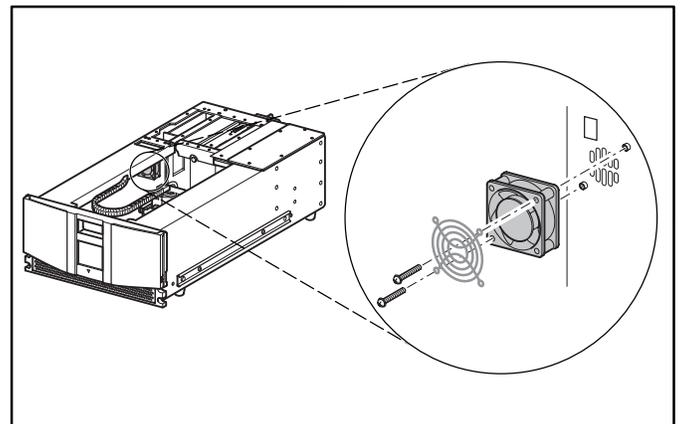

Figura 4: rimozione della ventola dell'alloggiamento della scheda esistente
8. Scollegare il cavo della ventola di raffreddamento dell'alloggiamento della scheda dalla scheda madre dell'alloggiamento stesso (J11). Rimuovere la ventola e la protezione per le mani dallo chassis. Per accedere ai supporti di fissaggio della ventola, passare attraverso l'area rimasta vuota dopo la rimozione del caricatore sinistro. (Questa ventola non sarà riutilizzata). Vedere la Figura 4.